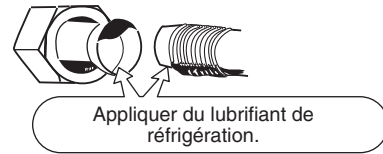

Fig. 5-4
- (1) Appliquez un capuchon d'étanchéité ou un ruban étanche pour empêcher la pénétration de poussière ou d'eau dans les tubes avant qu'ils ne soient utilisés.
- (2) Appliquez toujours un lubrifiant de réfrigérant (ou de l'huile) sur l'intérieur de l'écrou évasé avant de procéder aux raccordements de la tuyauterie. Ceci est efficace pour la réduction des fuites de gaz. (Fig. 5-4)